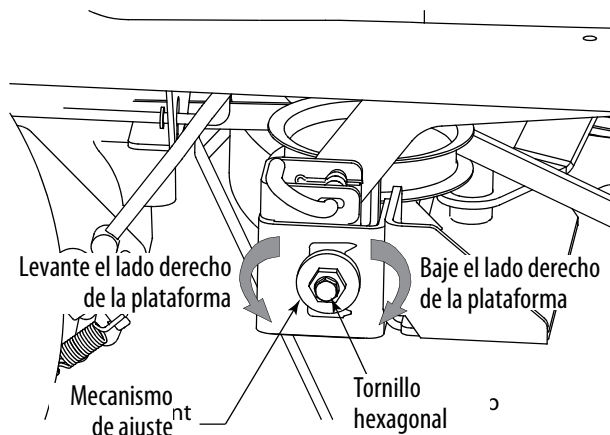

Figura 6-6
- Afloje, pero no extraiga, el tornillo de cabeza hexagonal ubicado en la ménsula de suspensión derecho de la plataforma. Vea la Figura 6-6.
- Nivele la plataforma con una llave para girar el engranaje de ajuste (el cual se encuentra inmediatamente detrás del tornillo hexagonal que se acaba de aflojar) en sentido de las agujas del reloj para subir el lado izquierdo de la plataforma o en sentido contrario a las agujas del reloj para bajar el lado izquierdo de la plataforma. Vea la Figura 6-6.